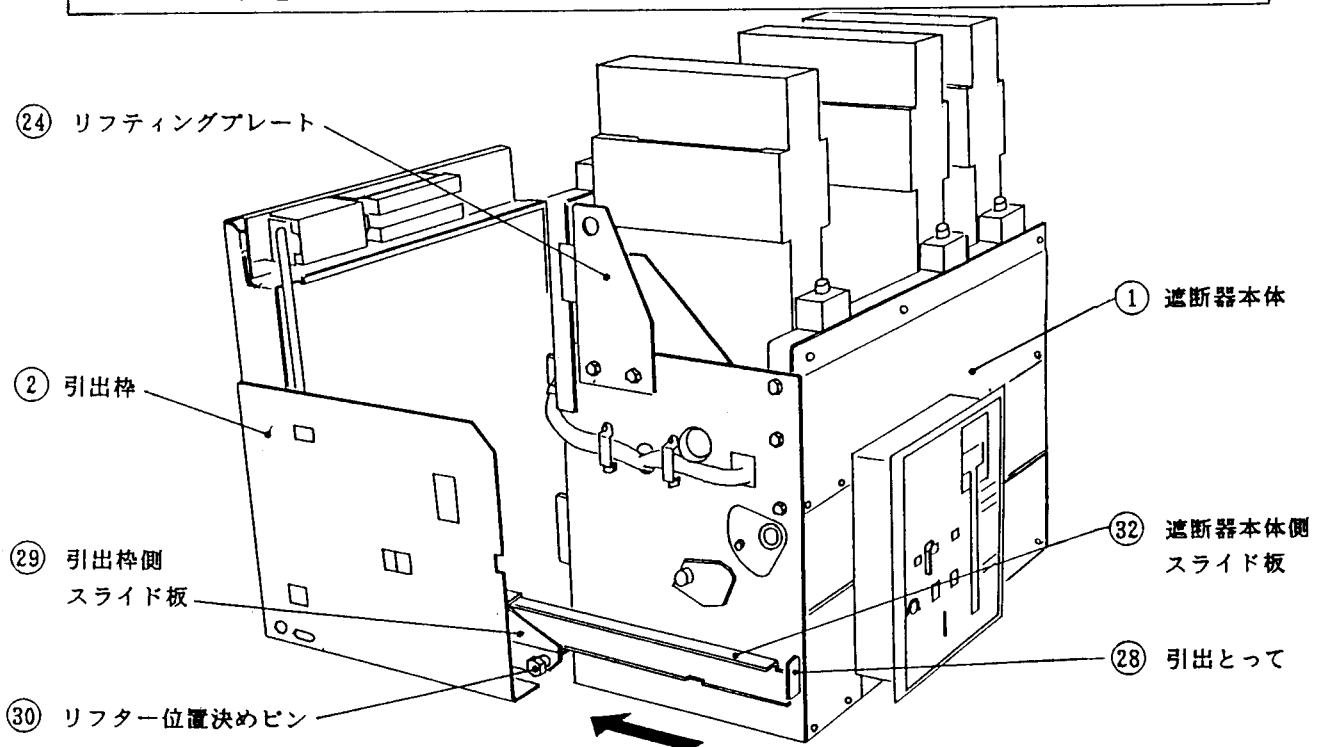

図22. 遮断器を引出枠に挿入する方法
- 4) リフティングプレート(図22 ⑳)にワイヤロープを掛け吊り上げるか、専用リフター(オプション)を使用して、引出枠側スライド板(図22 ㉑)に遮断器本体側スライド板(図22 ㉒)がはまり込むようにあてがい遮断器を引出ストップが復帰する位置まで押し込んで下さい。
- 5) さらに、引出として(図22 ③①)を押して、再び、引出ストッパーが掛かる位置まで遮断器を押し込んで下さい。